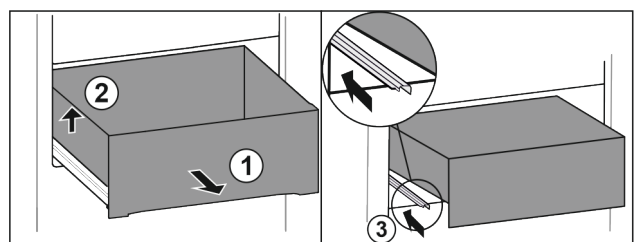

Fig. 68
- ▶ Tirer le tiroir jusqu'en butée. Fig. 68 (1)
- ▶ Soulever le tiroir sur la gauche. Fig. 68 (2)
- ▶ Rentrer le rail de gauche. Fig. 68 (3)